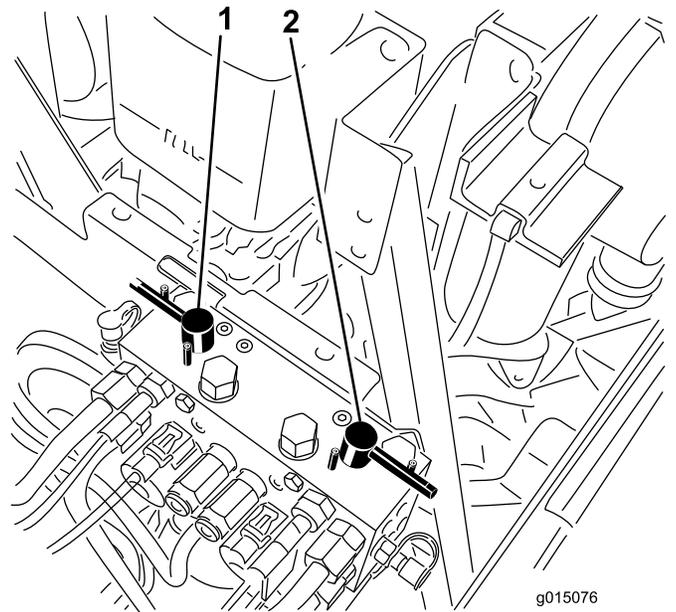

Bild 81
4. Wählen Sie entweder die vorderen, hinteren oder beide Läpphebel, um zu bestimmen, welche Spindeln geschärft werden (Bild 81).